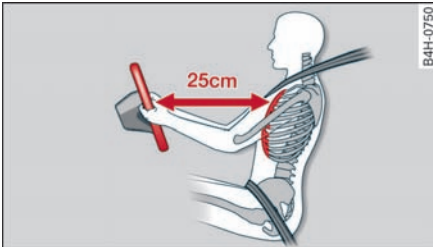

图 203 距方向盘的安全距离
- 对正、副驾驶员来说，与方向盘或仪表盘保持至少 25 cm 的距离非常重要 → 图 203。如果您未保持最小距离，那么安全气囊系统无法起到保护作用，另外在安全气囊涨开时还会有受伤危险。此外，还必须总是将前座椅和头枕调整至与身材相适合的位置。